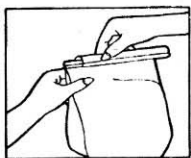

Рис.7
- Извлеките мешок-пылесборник, очистите его – сняв пластиковый зажим (рис.7), и верните мешок на место.